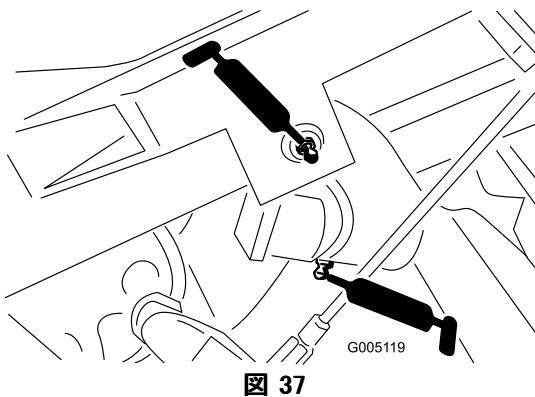

図 37
- ・ 昇降アームのピボット（3か所）とピボットヒンジ（3か所）（図 37）